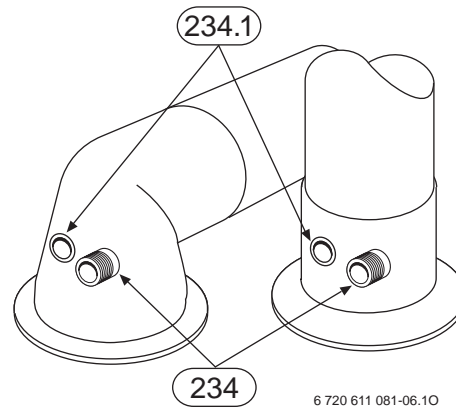

Fig. 37 Analisi di combustione
- rimuovere il tappo dei gas combusti presso la presa di analisi combustione (234), Fig. 37.